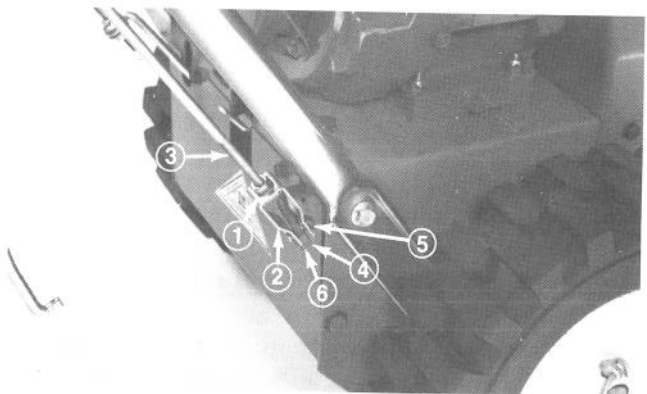

Abb. 7
1. Die Kontermutter oben am Gabelkopf auf dem oberen Gestänge lösen (Abb. 7).
2. Die Löcher im Gabelkopf und dem unteren Gestänge zur Deckung bringen, mit Splint befestigen (Abb. 7).
5. Nach der Verstellung den Gabelkopfsplint einsetzen und mit Splint befestigen. Kontermutter fest anschrauben, um Gabelkopfsplint zu halten (Abb. 7).